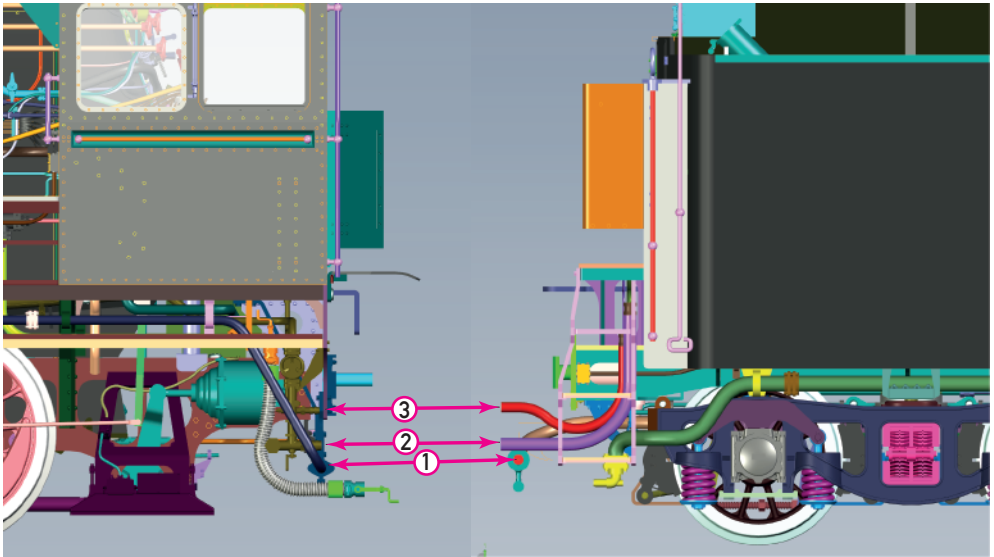

Abb. 3: Kuppeln der Leitungen
Anschließend empfehlen wir die Schlauchverbindungen, wie in Abb. 3 zu sehen, zwischen Lok und Tender zu verbinden. Die beiden Wasserschläuche (1) die unter dem Tender hervor kommen, können per Magnetskupplung mit den Anschlüssen an der Lok verbunden werden. Bei Modellen von ölgefeuerten Lokomotiven können die Brennstoffleitungen (2&3) auf die Anschlüsse an der Lok aufgesteckt werden.